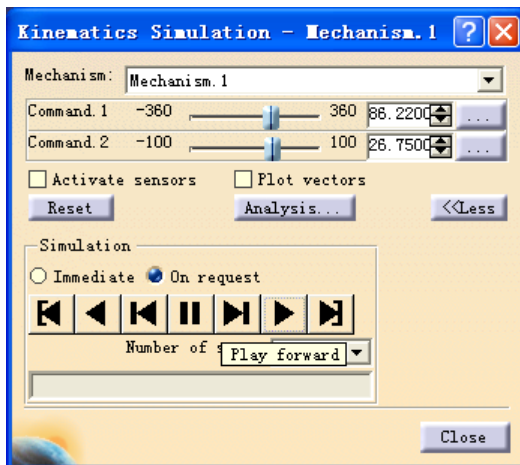

图 13-17
(5) 选择 Simulation With commands ，调整 Command.1 和 Command.2 (见图 13-17);